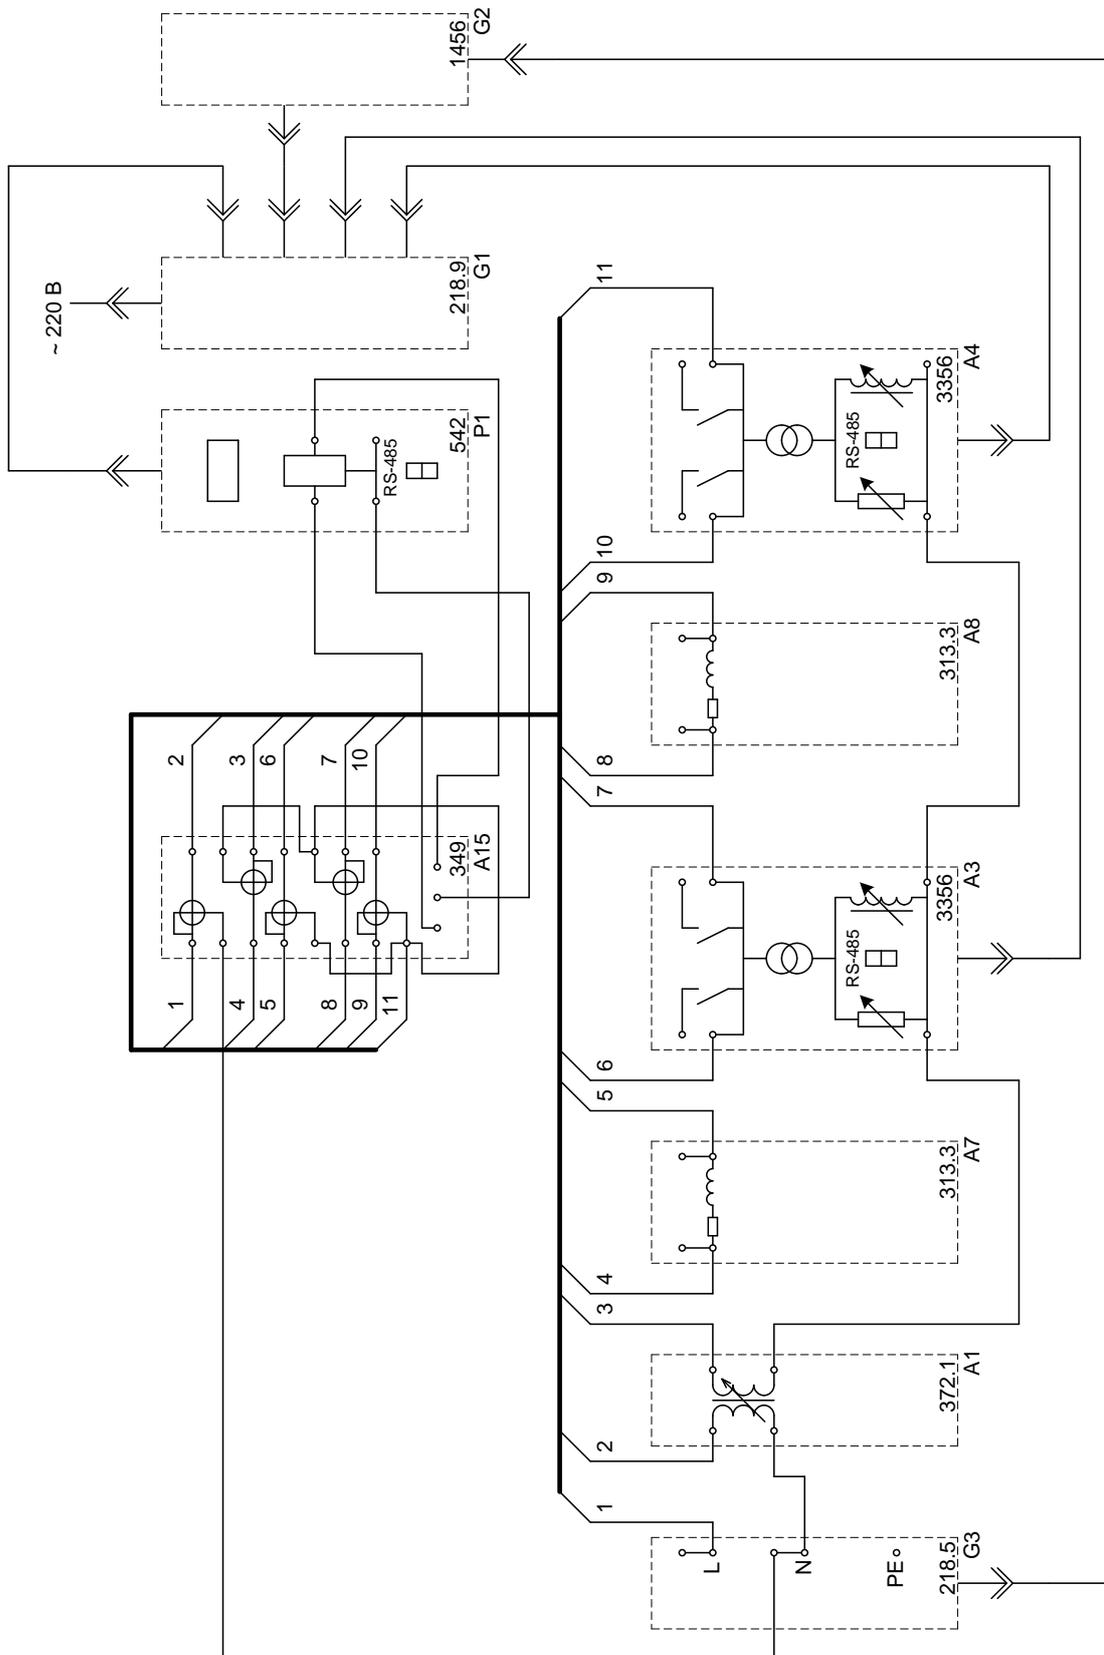

Рис.2.1. Схема для измерения параметров установившегося режима работы фазы распределительной электрической сети с односторонним питанием.
- Соедините аппаратуру в соответствии со схемой электрической соединений, приведенной на рис. 2.1.